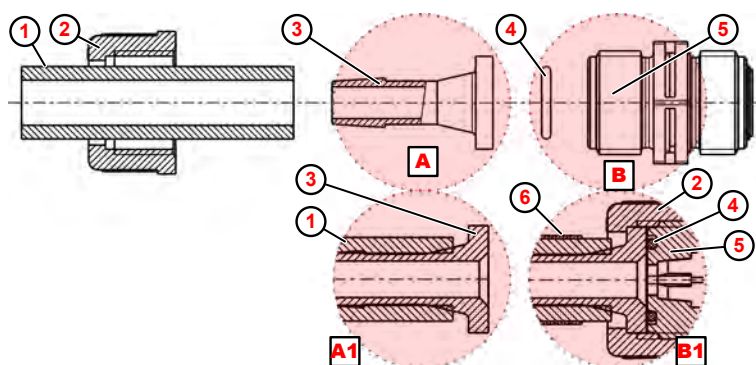

Fig. 9: Conexión para manguera y tubo con racor enchufable y abrazadera de manguera
1. Realizar un corte recto en la manguera (Fig. 9 , ①).
2. Empujar la abrazadera de la manguera ⑥ sobre la manguera ①
3. Empujar la tuerca de unión ② sobre la manguera ① .
4. Empujar la manguera ① hasta el anillo de tope del racor enchufable ③ (detalle A).
5. Colocar la junta tórica ④ en la ranura de la válvula de descarga o aspiración ⑤ .
6. Apretar la tuerca de unión ② .
7. Deslizar la abrazadera de manguera ⑥ hacia abajo y apretarla (detalle B1).